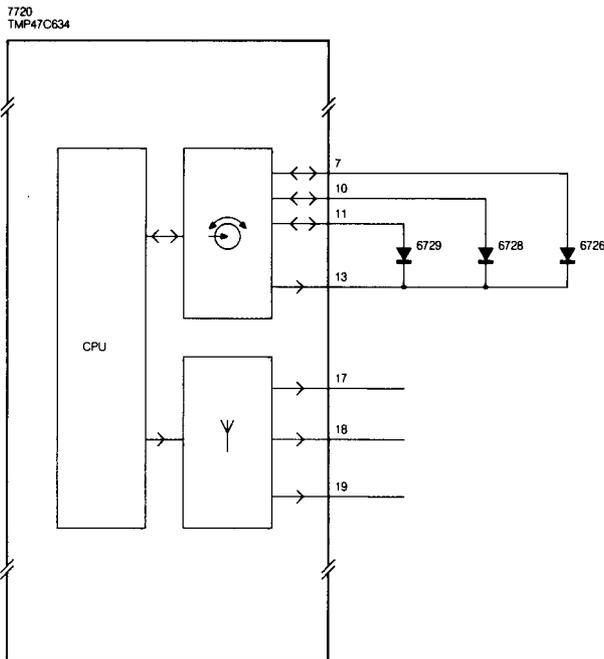

Bild 2.20
2.10 Die Systemwahl (Bild 2.20)